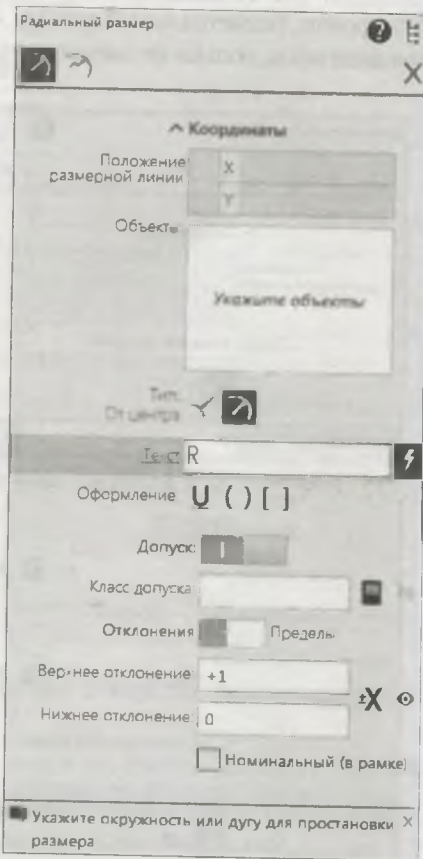

Рис. 12.25. Панель Параметры: Радиальный размер
- щелкните ЛК мыши по кнопке **Радиальный размер**. На панели **Параметры: Радиальный размер** (рис. 12.25) появилась новая группа кнопок **Тип**: